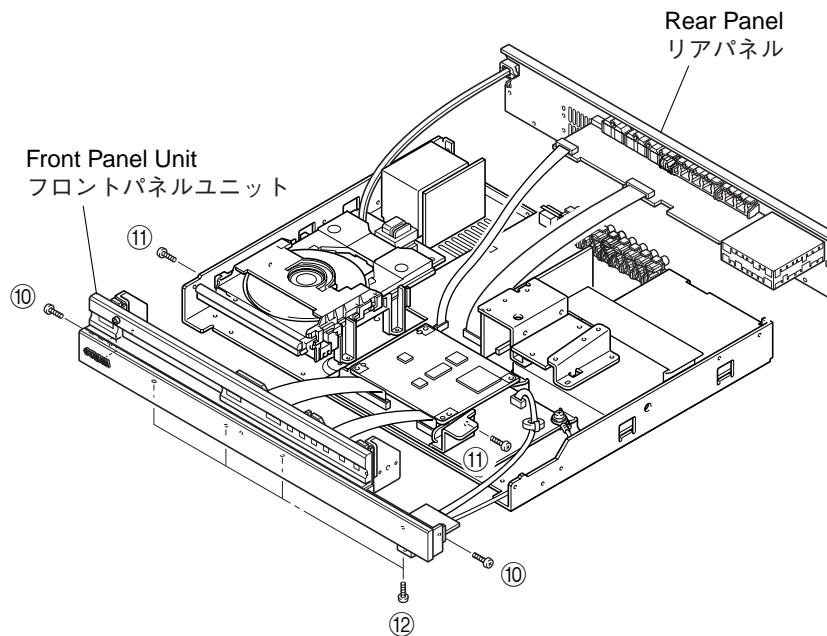

Fig. 6
- Remove the Rear Panel. (Fig. 6)
- リアパネルを取り外します。(Fig. 6)
- Remove 2 screws (⑩) and 2 screws (⑪). (Fig. 6)
- Remove 4 screws (⑫) and then remove the Front Panel Unit. (Fig. 6)
- ⑩のネジ2本、⑪のネジ2本を外します。(Fig. 6)
- ⑫のネジ4本を外し、フロントパネルユニットを取り外します。(Fig. 6)